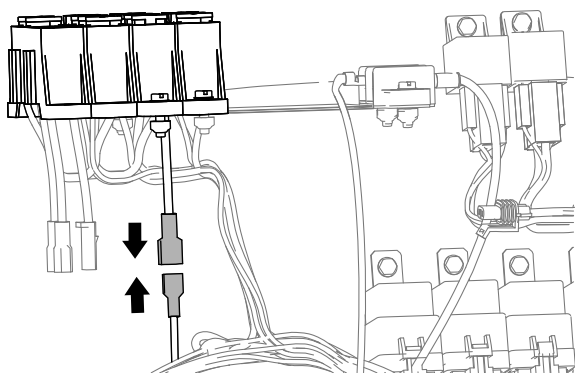

Figura 21
1. Per una macchina con connettore con attacco a spina piatta nel portafusibili della macchina, collegate il connettore a spina piatta del cablaggio preassemblato per il kit di finitura al connettore a presa del portafusibili della macchina (Figura 21).